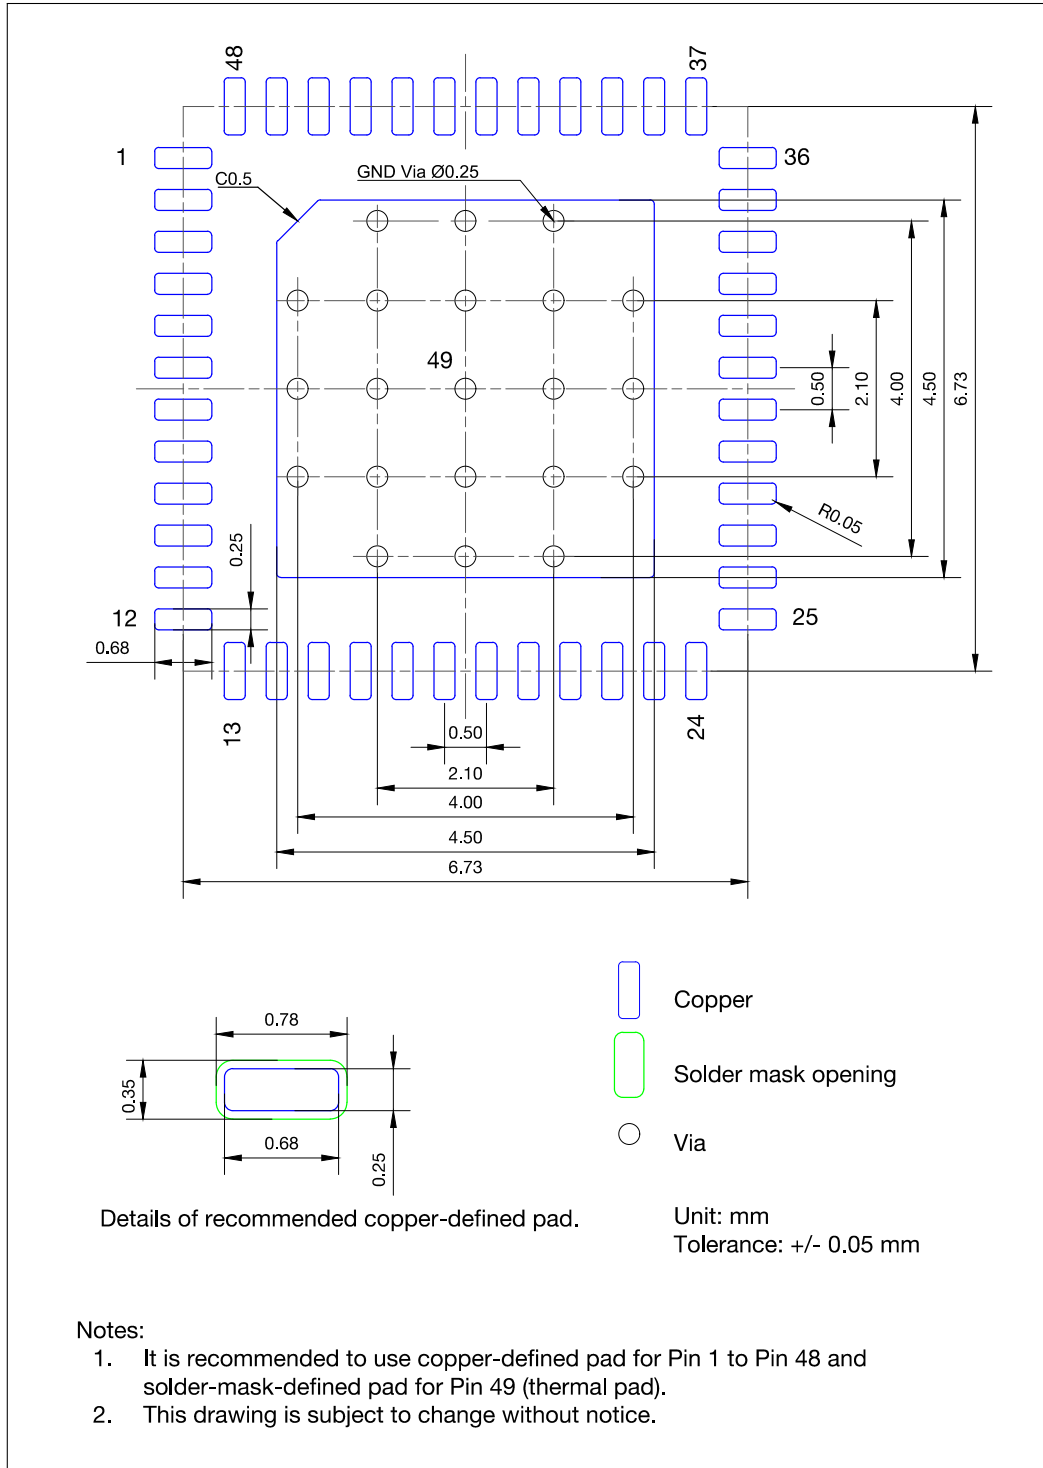

图 15: ESP32-PICO PCB 封装图形
- 推荐 PCB 封装图，标有 PCB 设计所需的全部尺寸。详见图 15 *ESP32-PICO PCB 封装图形*。
- 推荐 PCB 封装图的源文件，用于测量图 15 中未标注的尺寸。您可用 Autodesk Viewer 查看 ESP32-PICO-D4、ESP32-PICO-V3、ESP2-PICO-V3-02 的封装图源文件。